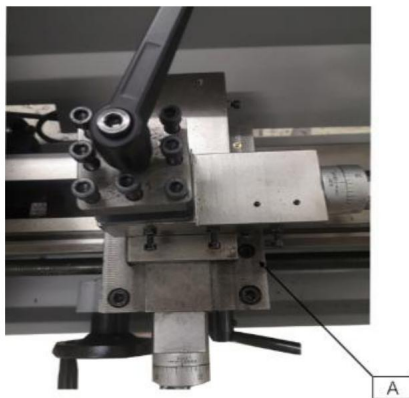

Afbeelding 9
1. Noodknop: ON/OFF-schakelaar (D, Fig. 9)
3. Variabele snelheidsregelaar (F, Fig. 9)